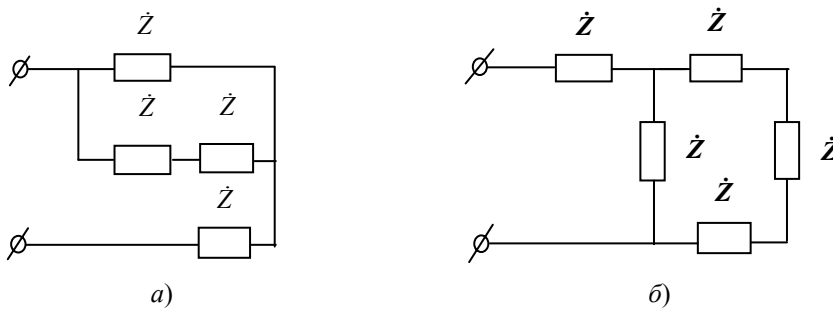

Рис. 2.16
2.2.1. Выразить комплексные входные сопротивления цепей (рис. 2.16) через комплексные сопротивления их элементов.